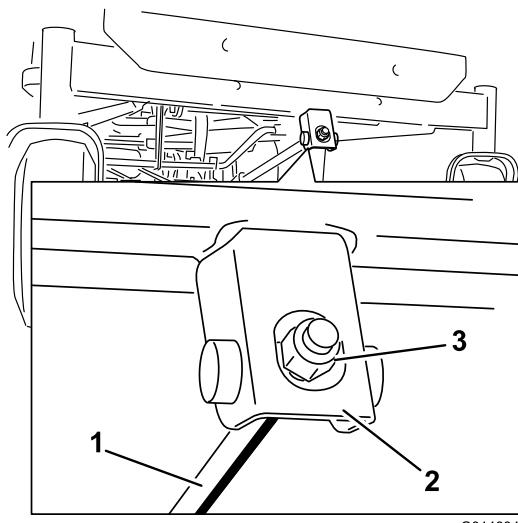

Figura 66
5. Para ajustar la inclinación longitudinal, gire la tuerca de ajuste de la parte delantera del cortacésped (Figura 66).